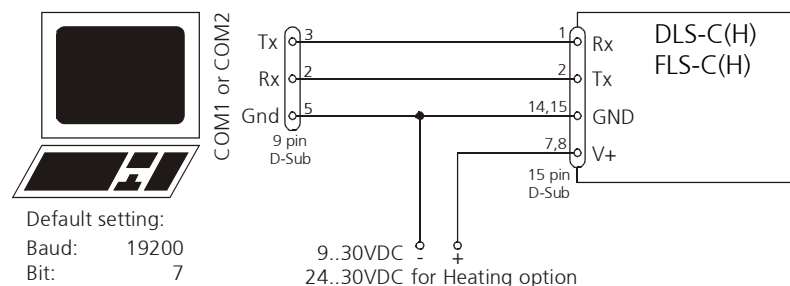

Bild 2 Verbindung für DLS-C(H)/FLS-C(H) Konfiguration
Um das DLS-C(H)/FLS-C(H) zu konfigurieren, muss das Modul unter Strom und mit einem PC verbunden sein. Bild 2 zeigt die notwendigen Verbindungen. Auf dem PC kann ein beliebiges Terminal- Programm benutzt werden um mit dem Modul zu kommunizieren. Zudem kann auf ein gratis Konfigurationsprogramm zugegriffen werden. Dieses ist auf folgender Webseite erhältlich: [www.dimetix.com](http://www.dimetix.com).